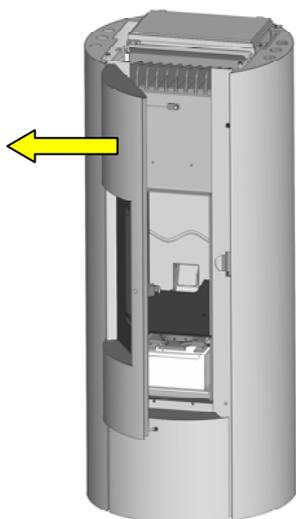
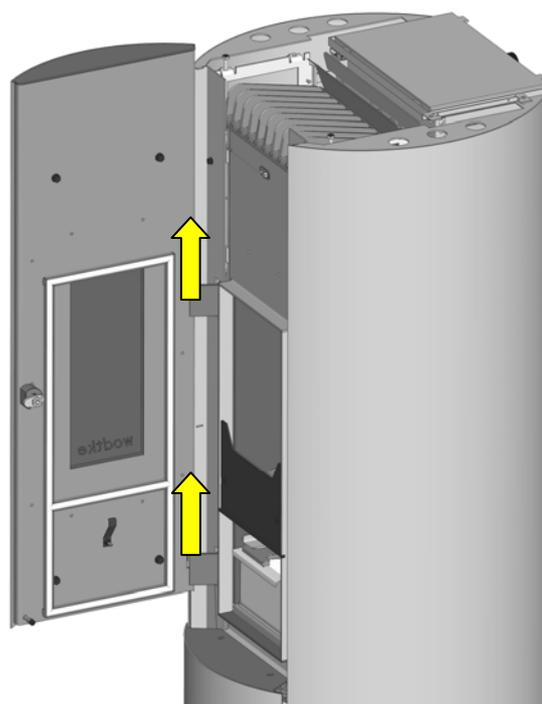

Fig. 25 : ouvrir la porte
Fig. 26 : retirer la porte
3. Ouvrir la porte à l'aide de la poignée six pans fournie (Fig. 25) et la retirer vers le haut (Fig. 26).